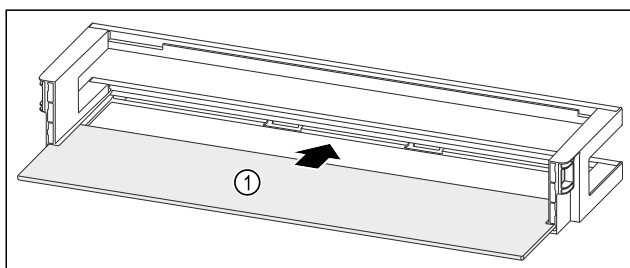

Fig. 225 Polica u vratima s policom za odlaganje
- ▶ Umetnite policu Fig. 225 (1) u bočna udubljenja.